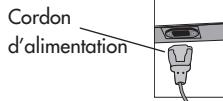

Figure B.1
3. Branchez le mini-connecteur D-SUB à 15 broches de câble vidéo aux connecteurs appropriés à l'arrière du moniteur (**Figure B.1**).
4. Connectez une extrémité du câble d'alimentation sur l'adaptateur AC et l'autre extrémité sur la prise de secteur. Placer le câble de signal vidéo et le cordon d'alimentation entre le couvercle du câble (**Figure B.1**).